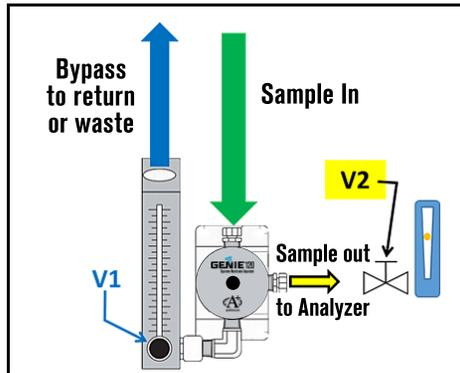

Figure 1
- ▶ Les connexions Genie® sont marquées **inlet** (entrée), **outlet** (sortie), et **bypass**. Connecter le tube provenant de l'échantillon gazeux à la connexion d'entrée du séparateur Genie®. La connexion bypass doit être orientée vers le bas pour que le séparateur fonctionne correctement (Figure1)
- ▶ Habituellement un instrument pqui permet d'indiquer et ajuster le flux en sortie, comme un rotamètre avec une soupape d'étranglement (ex V2 en Figure 1), est requis et est fourni avec l'analyseur.
- ▶ Un limiteur de débit, généralement une soupape d'étranglement (p. ex., V1 dans la figure 1), est habituellement requis en aval du bypass pour forcer l'écoulement à travers la membrane et l'orifice de sortie. sauf dans les applications de pression négative où la gravité est le seul motif pour drainer le liquide du Génie. Un rotamètre avec une vanne peut être installé au niveau du bypass mais seulement si la pression de l'orifice d'entrée est inférieure à la pression nominale. Ne pas boucher le bypass ou le laisser ouvert à l'air libre.
- ▶ Tout d'abord, empêcher le flux de passer par le port de sortie du Genie, généralement en fermant complètement la vanne en aval (V2 figure 1).
- ▶ Réduire ensuite la restriction du flux en aval du bypass, généralement en ouvrant complètement la soupape d'étranglement en aval du bypass (V1 figure 1)
- ▶ Une fois que le flux a été établi par le bypass, ouvrir lentement la vanne en aval du port de sortie (V2 figure 1) pour établir le flux minimum requis en sortie. Si le flux en sortie n'est pas approprié avec la V2 complètement ouverte, alors fermer progressivement la V1 pour forcer davantage de flux vers le port de sortie.